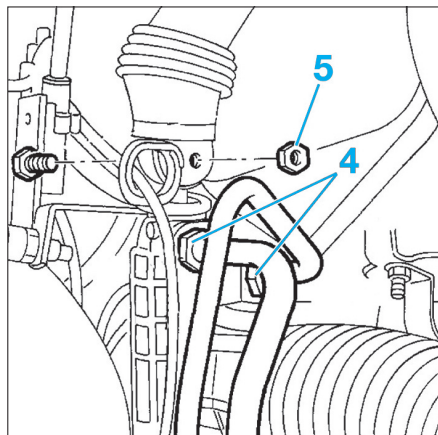

Fig. 3
- Désaccoupler les raccords (4) (Fig.3) puis manoeuvrer le volant de butée en butée pour vidanger le vérin de direction assistée.
- Déposer la fixation (5) du joint de cardan (Fig.3).